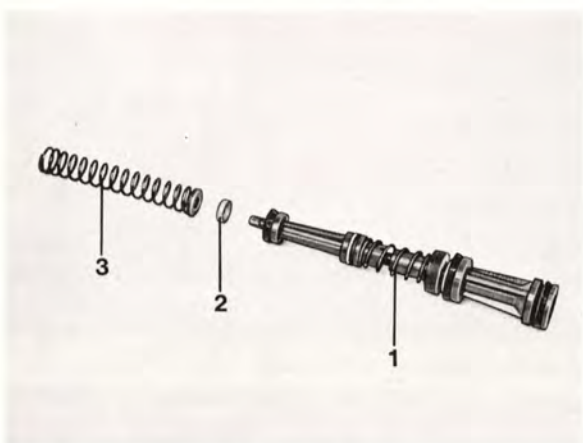

Bild 5-7.
6. Stryk bromsvätska i cylindern och smörj kolvtätningarna med bromspasta. För därefter ihop kolvarna, fjädersätet och fjädern enligt bild 5-7.